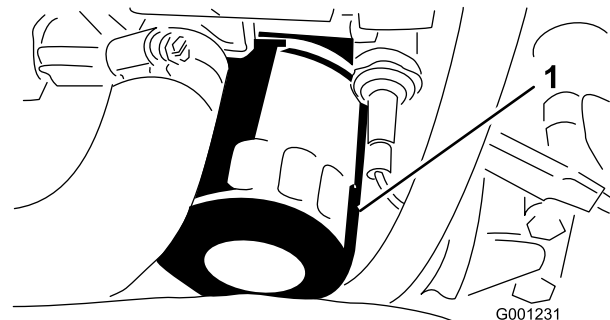

Figure 53
6. Déposez et remplacez le filtre à huile (Figure 53).